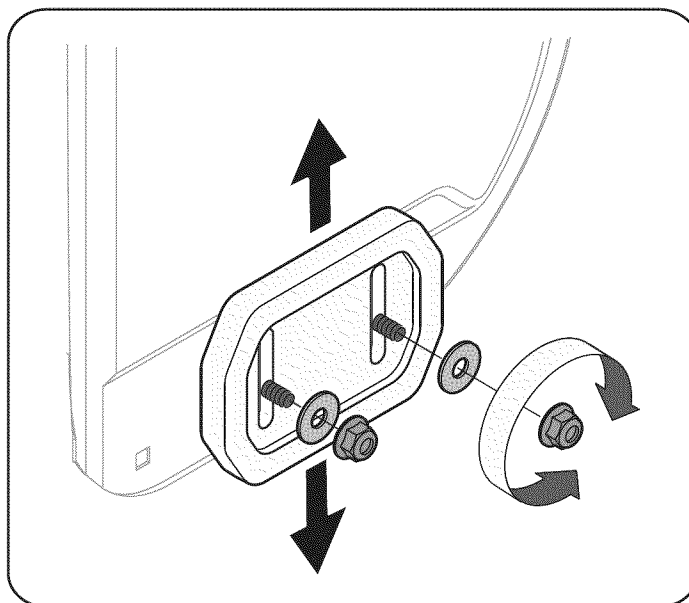

Figura 7
1. Afloje las cuatros tuercas hexagonales (dos en cada lado) y los pernos del carro. Mueva las zapatas antideslizantes a la posición deseada. Vea la figura 7.